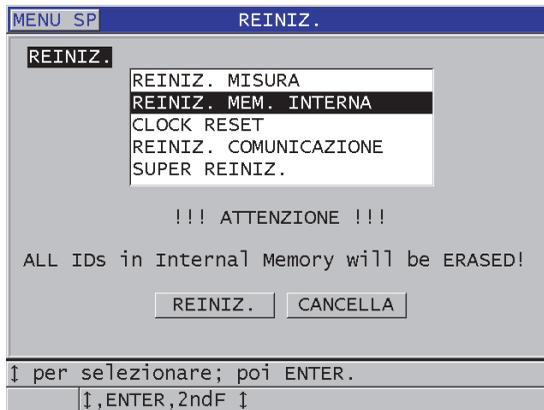

Figura 11-22 Messaggio di avvertimento visualizzato durante la reinizializzazione delle misure
3. Nella schermata **REINIZ.** (vedere Figura 11-22 a pagina 216):